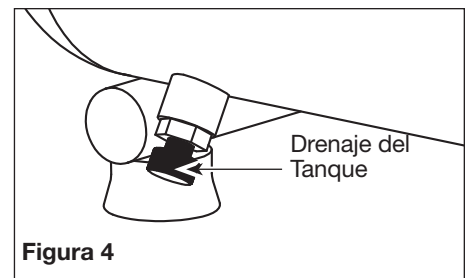

Figura 4
2. Apague el compresor y libere toda la presión, después: Abra la llave de drenaje, ubicada debajo del tanque, para drenarle toda la humedad (Vea Figura 4).